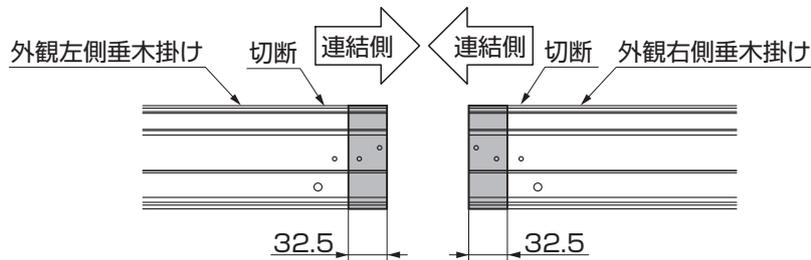

図3-1 垂木掛けの加工
①連結する側の垂木掛け端部を、図3-1を参照して加工してください。